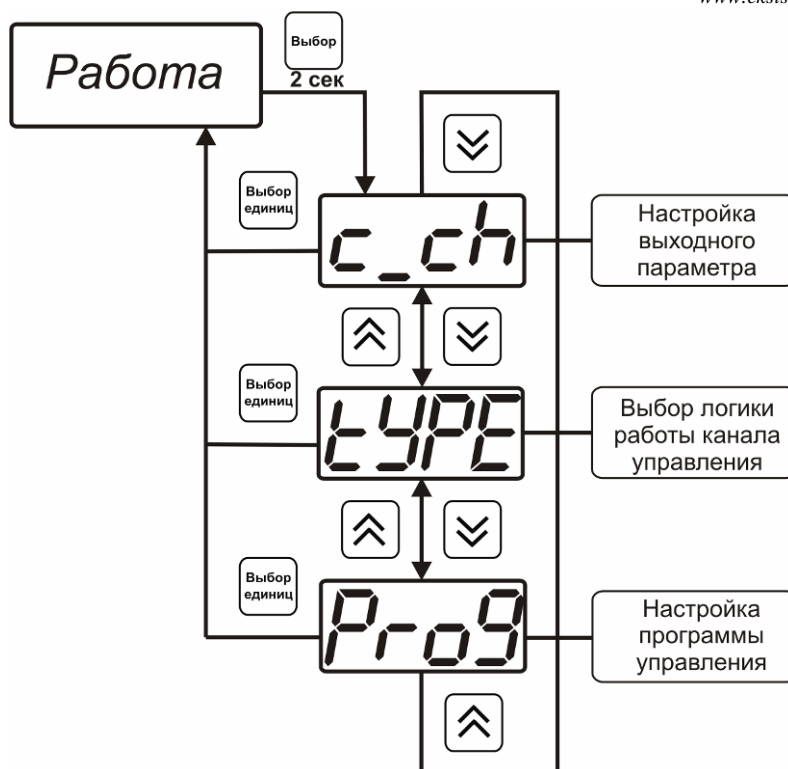

Рисунок 6.14 Режим настройки канала регулирования
6.3.3.1 Вход в настройку каналов регулирования осуществляется длительным нажатием кнопки **Выбор**. После входа в режим настраивается канал регулирования, который был выбран в режиме **РАБОТА**. Настройка каналов регулирования включает: выбор входного параметра регулирования (температура или влажность), выбор логики работы канала, настройку программы регулирования, см. рисунок 6.14.